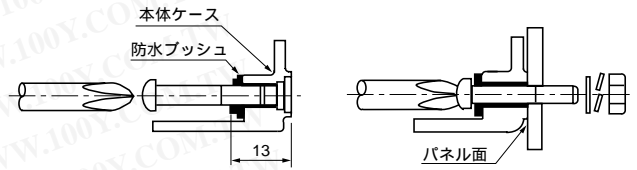

図1
1. 本体ケース4か所の取付穴に圧入されている防水ブッシュにM4ねじを差し込みドライバーなどでたたくと、ねじは防水ブッシュを突き破ります。（図1）